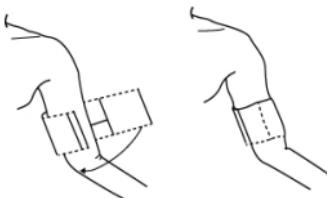

Figura 4.2.1 Applicazione del bracciale
2. Seguire il metodo descritto di seguito per applicare il dispositivo al braccio del paziente. (Figura 4.2.1).